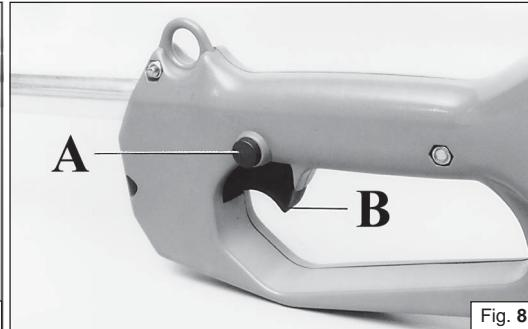

Fig. 8
- 19 - Не включайте косу без установленных ручек управления (Рис. 8).
- 19 - Nie uruchamiać silnika bez zamontowanego uchwytu (Rys. 8).